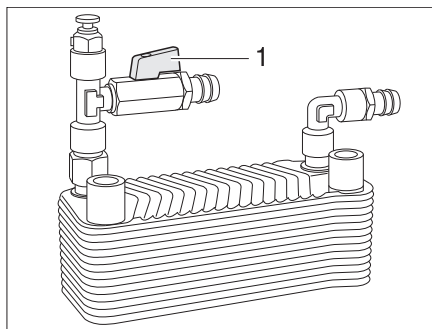

Fig. 300 Scambiatore di calore Alde
*Accensione:* ■ Posizionare la maniglia (Fig. 300,1) del rubinetto di chiusura parallelamente alla tubazione.
*Spegnimento:* ■ Posizionare la maniglia (Fig. 300,1) del rubinetto di chiusura verticalmente rispetto alla tubazione.